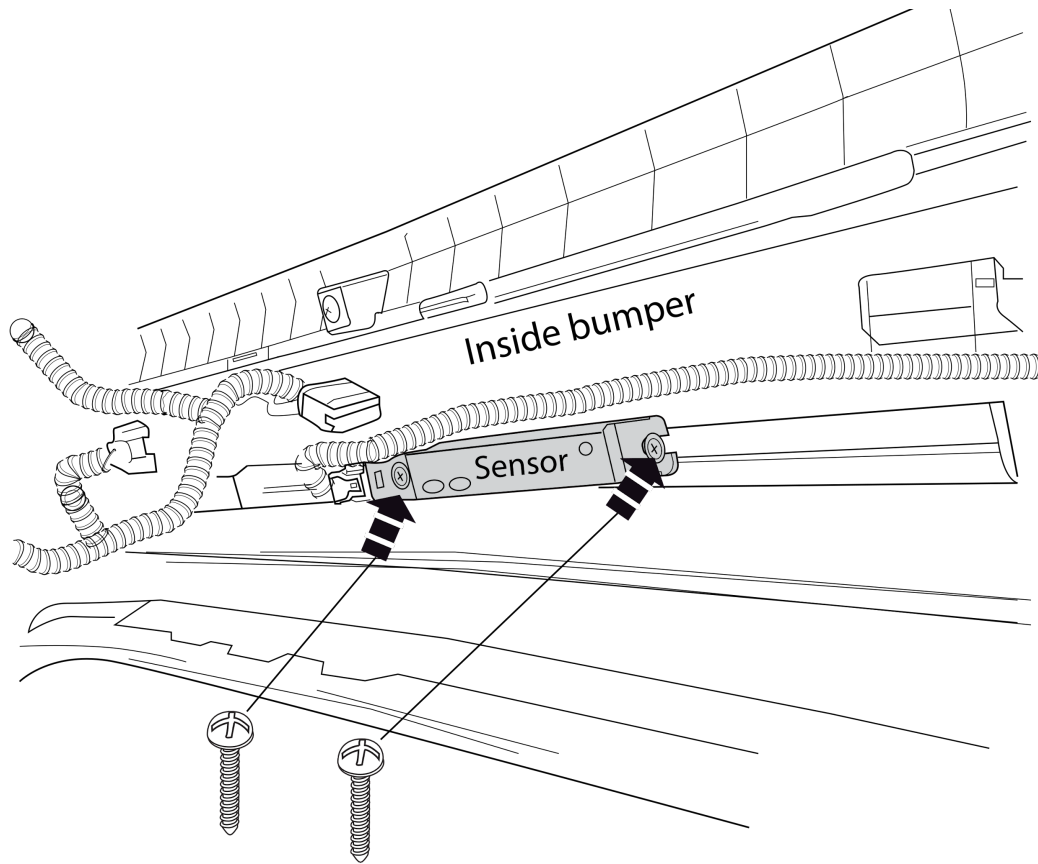

Fig. 2
8. Внимание, если имеются: монтировать парковочный датчик. См. рисунок 2